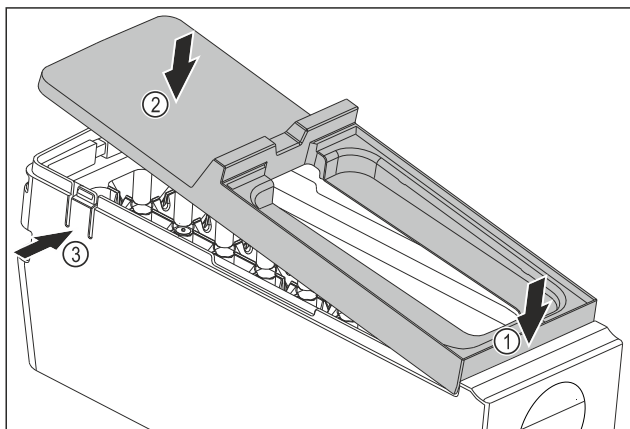

Fig. 186
- ▶ Montáž krytu korpusu EasyTwist-Ice: Nasadte kryt na přední stranu. Fig. 186 (1)
- ▶ Spusťte kryt vzadu dolů. Fig. 186 (2)
- ▷ Kryt slyšitelně zaklapne v obou lamelách Fig. 186 (3).